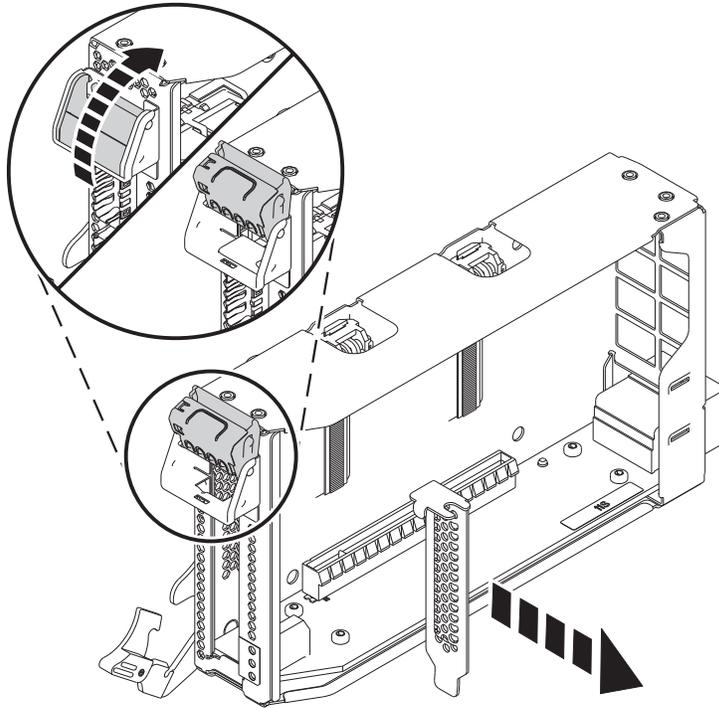

Figura 29. Remover o preenchimento do adaptador PCIe da cassetete do adaptador
- c. Para desbloquear o contraponto do preenchimento, rode o trinco que está localizado na extremidade do contraponto da cassete como é mostrado na Figura 29 na página 30.
- d. Remova o contraponto do preenchimento da cassete, como é mostrado na Figura 29 na página 30.